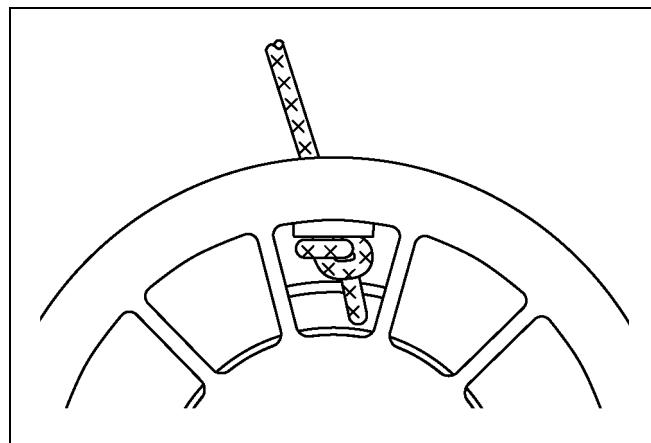

Рис. 13-9
- 3 Установите трос на барабан, следя за тем, чтобы конец троса не высаживался. (Рис. 13-9)